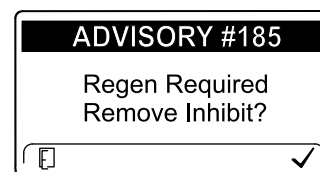

Figure 45
**Remarque:** Si vous programmez l'InfoCenter pour interdire la régénération, l'InfoCenter affiche ADVISORY #185 (avis n° 185) (Figure 45) toutes les 15 minutes tandis que le moteur demande une régénération commandée.